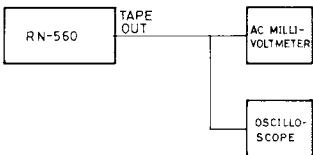

Fig. 5
1. Amener le sélecteur de mode sur la position REC. Régler la commande REC CHECK sur ON et les autres commandes sur OFF. Brancher les instruments de mesure comme illustré Fig. 5.